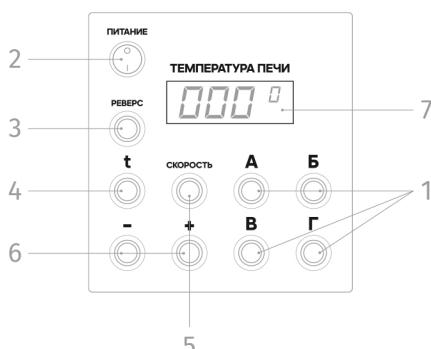

Рисунок 3.
- Нажмите и удерживайте одновременно кнопки <-> и <*> (рисунок 3, поз. 6) в течение примерно 5 секунд.
- После появления соответствующей надписи кратко нажмите кнопку «В» (рисунок 3, поз. 1).